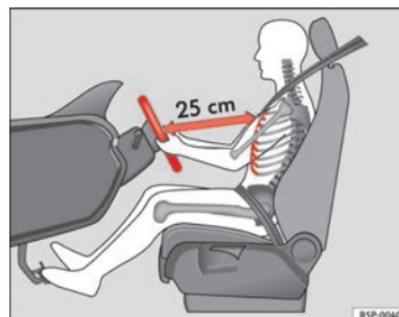

Fig. 137 Posición correcta del conductor
- Ajuste el volante hasta alcanzar la posición deseada ⇒ fig. 137.
- Ajuste el asiento del conductor o el volante de modo que quede una distancia mínima de 25 cm entre el volante y el tórax ⇒ **página 178, fig. 137**. ¡Si no respeta la distancia mínima, el airbag no le protegerá adecuadamente y corre peligro de muerte!